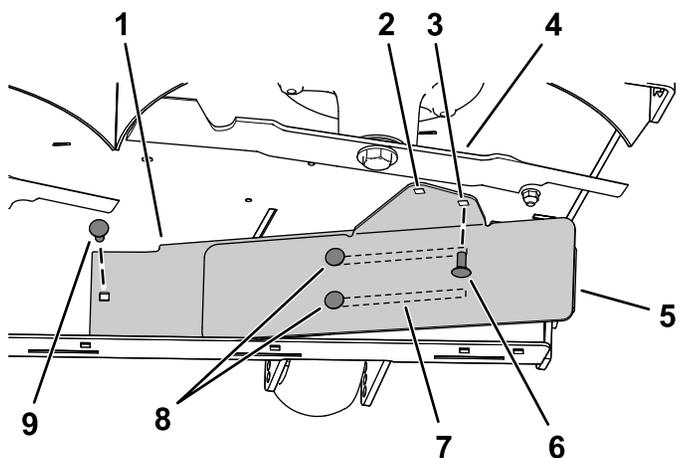

Figure 10
3. Fixez le côté gauche du déflecteur à l'aide d'un boulon de carrosserie ($\frac{5}{16}$ " x $\frac{3}{4}$ ") et d'un écrou à embase ($\frac{5}{16}$ "), comme montré à la Figure 10.
4. Desserrez les 2 boulons de carrosserie ($\frac{5}{16}$ " x $\frac{3}{4}$ ") dans les fentes du déflecteur et faites glisser le déflecteur jusqu'à ce que le trou soit en face du trou dans le plateau de coupe (Figure 10).
5. Montez le déflecteur comme montré à la Figure 10.
Important: Veillez à utiliser le trou correct pour le déflecteur ; voir Figure 10.
6. Serrez les 2 boulons de carrosserie ($\frac{5}{16}$ " x $\frac{3}{4}$ ") dans les fentes du déflecteur (Figure 10).